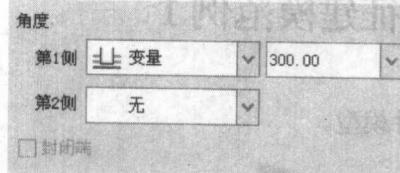

图 2-4
(5) 在特征操控板中单击“选项”按钮，在“选项”面板的“第 1 侧”下拉列表框中选择“变量”选项，并输入旋转角度 300，如图 2-4 所示。